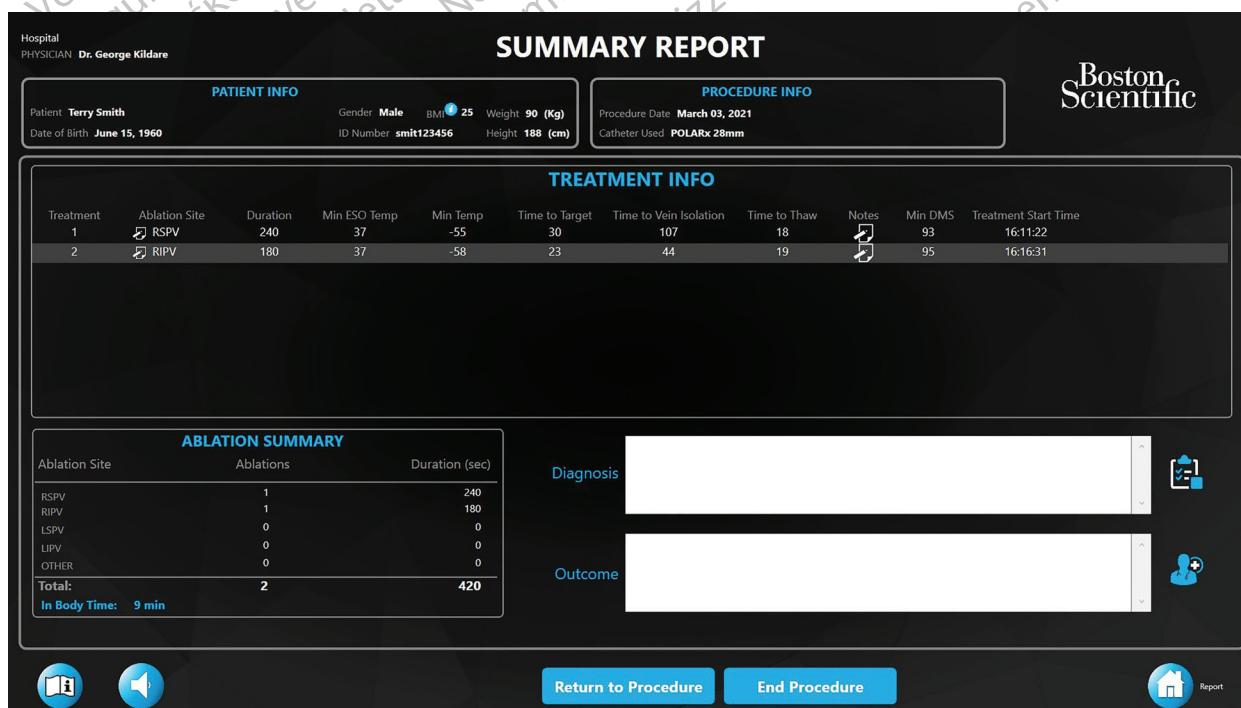

Figura 43. Pantalla Summary Report (Informe de resumen)
7. Pulse el botón **Summary Report** (Informe de resumen) en la pantalla Treatment Records (Registros de tratamiento) para visualizar el resumen de todos los tratamientos del caso seleccionado (Figura 43).